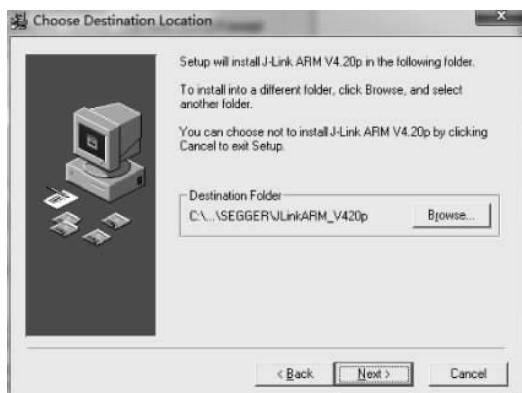

图 3.12 默认安装路径
(3) 选择驱动安装路径,单击 Next 按钮,如图 3.12 所示。